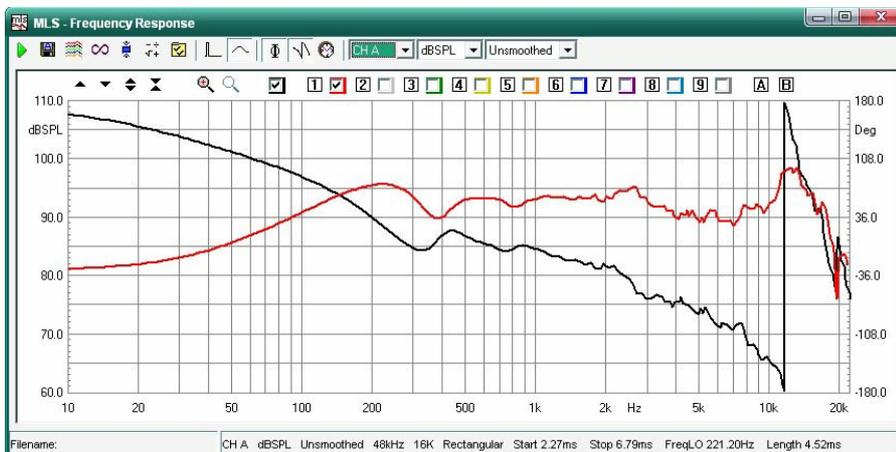
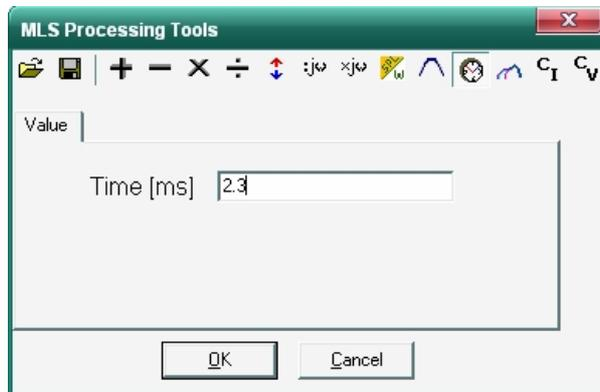

图9-20
图9-21
10) 再次点 $\mathcal{F}$ 频率图标回到频率界面，点 $\Phi$ 图标即获得如图9-20 的黑色相位曲线。
11) 通过在处理栏加入相位延时同样可获得如图9-20 的真实相位曲线，点处理图标进入如图9-21 的相